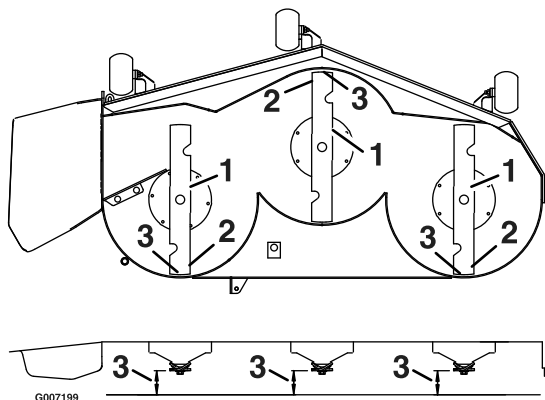

Bild 68
3. Drehen Sie die Messer vorsichtig, sodass sie in Längsrichtung zeigen (Bild 68).
4. Messen Sie zwischen der Messerspitze vorne und hinten und der ebenen Fläche (Bild 68).